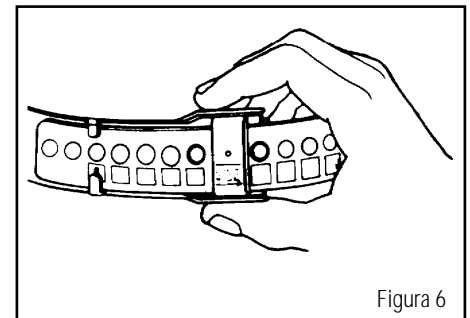

Figura 6
5. Coloque al cinta para la cabeza en su cabeza. Tire hacia abajo, permitiendo que la cinta para la cabeza se expanda hasta que se sienta cómoda. La cinta para la cabeza se ajusta automáticamente a su medida y se traba cuando la libera. (Figura 6)